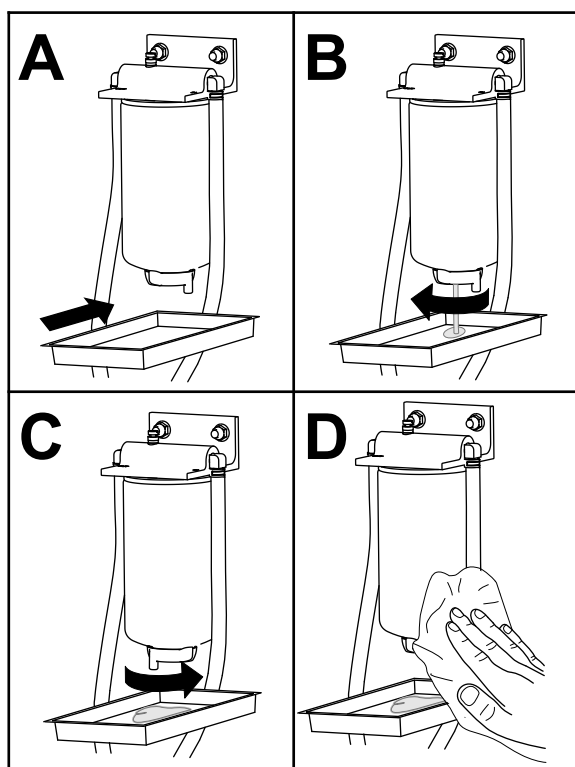

Figure 86
1. Faites l'entretien du séparateur carburant-eau comme montré à la Figure 86.